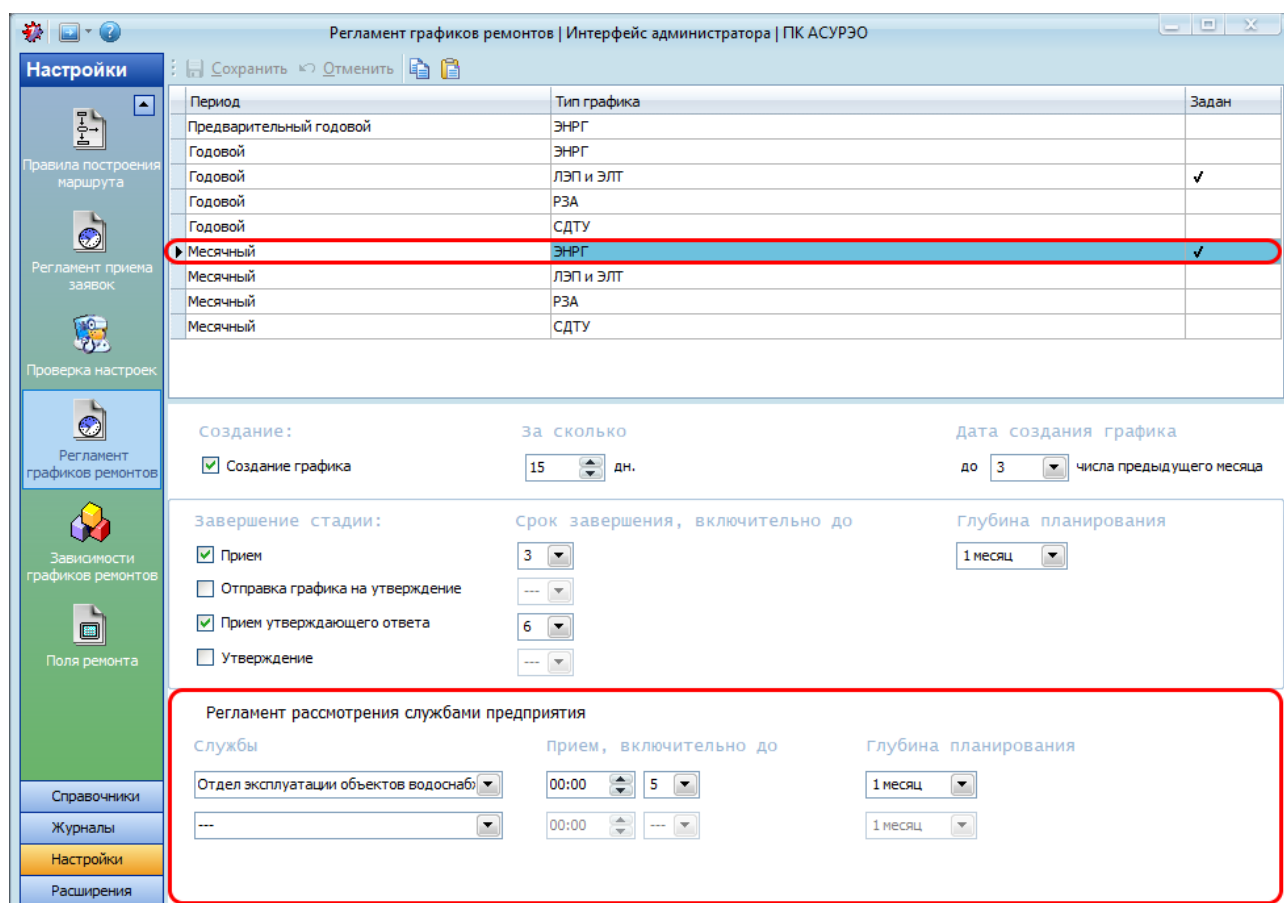

Рисунок 7.10 – Настройка регламента рассмотрения службами предприятия для месячного графика ремонтов
- для месячного графика ремонтов необходимо в раскрываемся списке «Глубина планирования» выбрать одно из значений: «1 месяц» или «2 месяца». Поле активно, если в раскрываемся списке «Служба» выбрано значение (Рисунок 7.10).